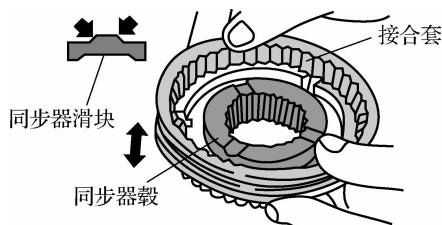

图 6-51 同步器滑块、同步器毂与同步器接合套的检查
(2)同步器滑块、同步器毂与同步器接合套的检查。如图 6-51 所示,目视检查同步器滑块、同步器毂、同步器接合套之间的配合表面,如果发现有斑点、拉伤,就用细砂纸打磨,使它们之间的相互滑动无卡滞,否则更换有磨损的部件。